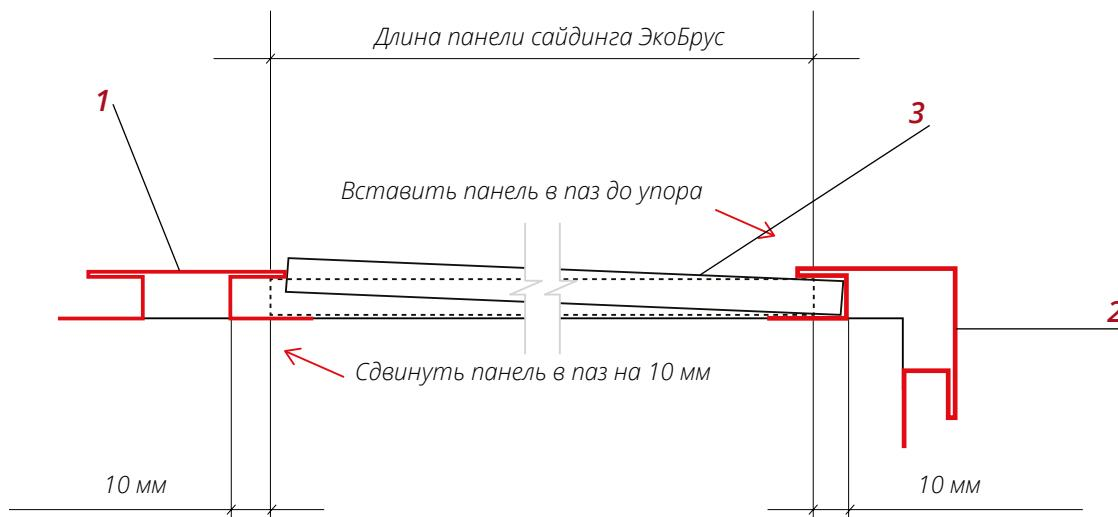

Рис. 16
- Подготовьте панели таким образом, чтобы, когда один край панели **3** заведен до упора в паз доборного элемента **2**, второй край можно было завести в паз доборного элемента **1** с другой стороны (рис.16).